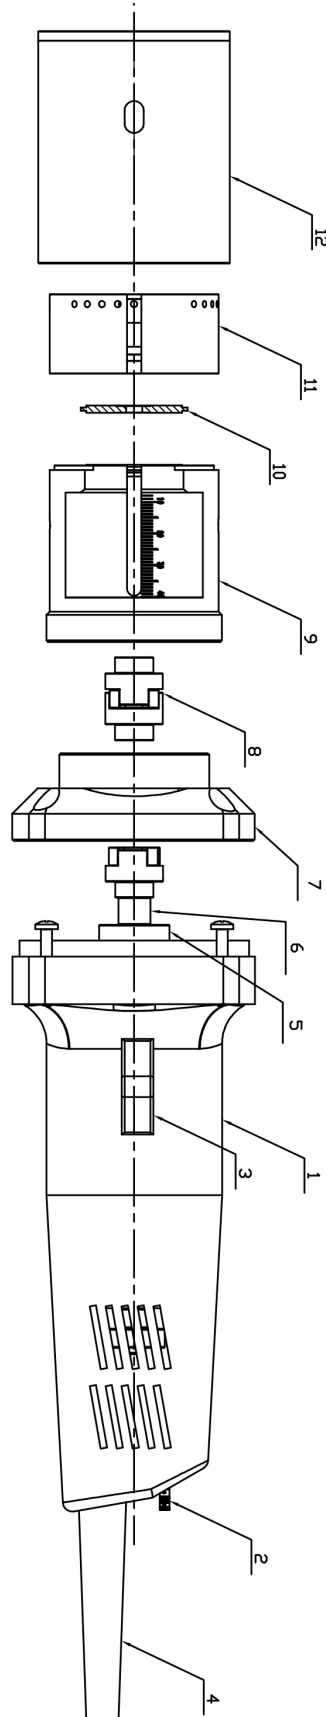

Abb. 3: Ersatzteilzeichnung EG 4
Schritt 1: Entfernen Sie die Schraube der Abdeckkappe (Pos. 12, Abb. 3) mit einem M3-Inbusschlüssel und nehmen Sie die Abdeckkappe ab.
Schritt 2: Entfernen Sie die Schrauben an der Hülse mit den Führungsbohrungen (Pos. 11, Abb. 3) mit einem M3-Inbusschlüssel und nehmen Sie die Hülse ab.